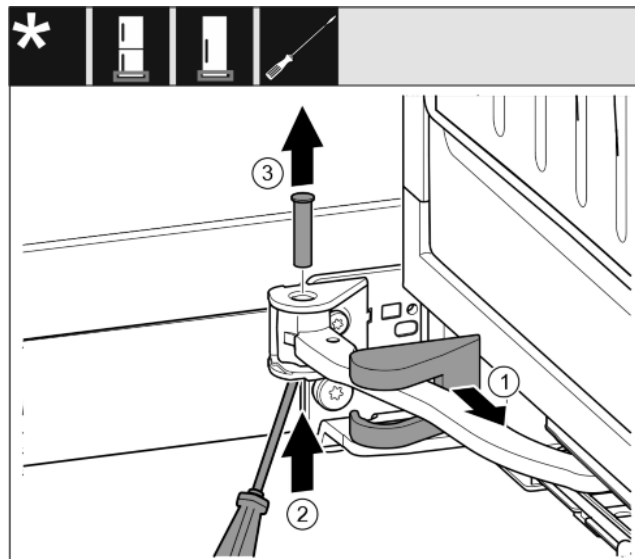

Fig. 12
- ▶ Stáhněte kryt stojanu ložiska a posuňte podél kloubu. Fig. 12 (1)
- ▶ Čep zespodu nadzvedněte prstem nebo šroubovákem. Fig. 12 (2)
- ▶ Šroubovákem zajedte pod hlavu čepu a vytáhněte jej. Fig. 12 (3)